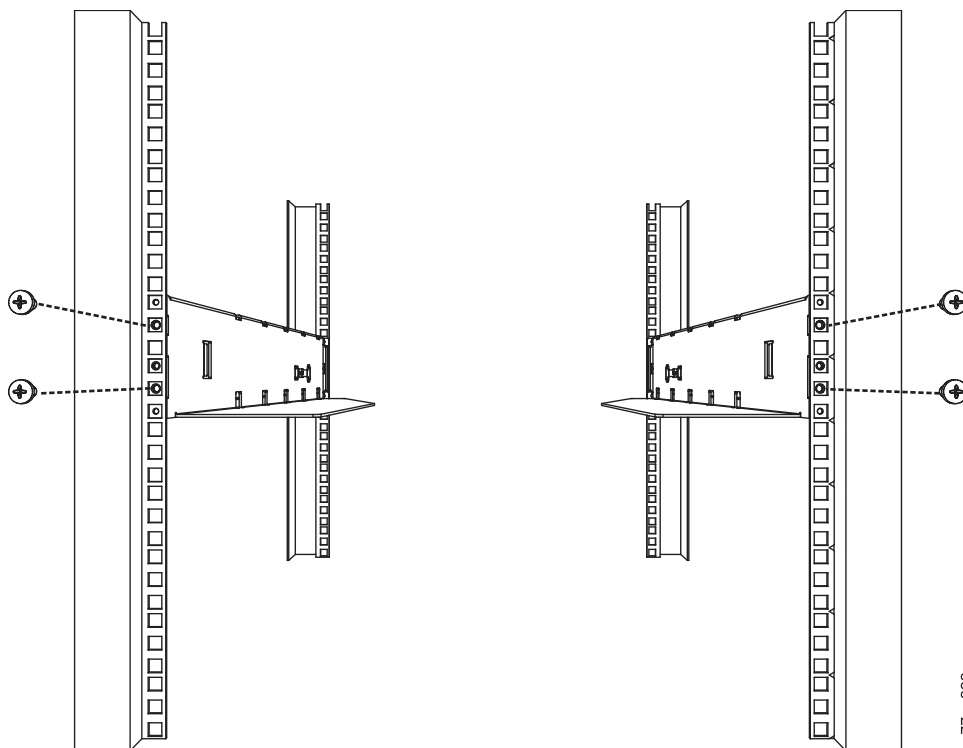

图 160. 机架的前视图，显示螺钉位置
2. 在他人协助下，将替换磁带库机柜滑动到在机架中安装到位的金属导轨上（请参阅图 160）。